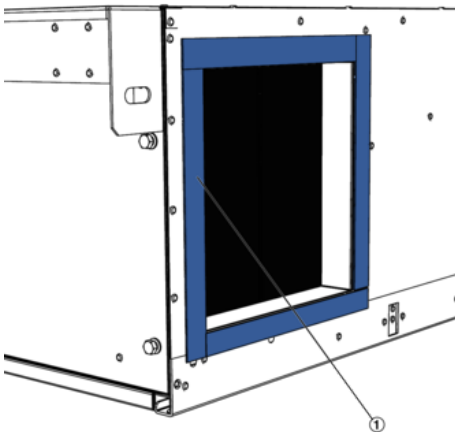

Abb. 36: Dichtung ankleben
4. ▶ Um den Luftanschluss das im Lieferumfang enthaltene Kompri-Dichtband (Abb. 36/1) aufkleben.